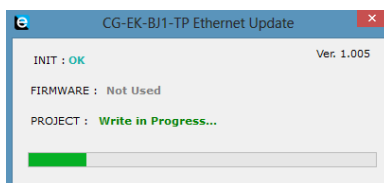

Figura 14 - Update in corso
- Quando tutte le operazioni sono terminate (Figura 14 - Update in corso), togliere alimentazione al dispositivo
- Quando tutte le operazioni sono terminate (Figura 14 - Update in corso), il dispositivo torna automaticamente nel modo di funzionamento Normale